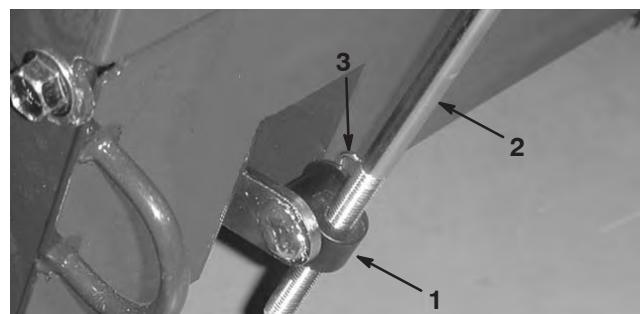

Bild 5
6. Setzen Sie die Stangenbefestigung auf die Breibindenwelle der Gangschaltung und befestigen Sie diese mit einer Scheibe und einem Splint (Bild 5).